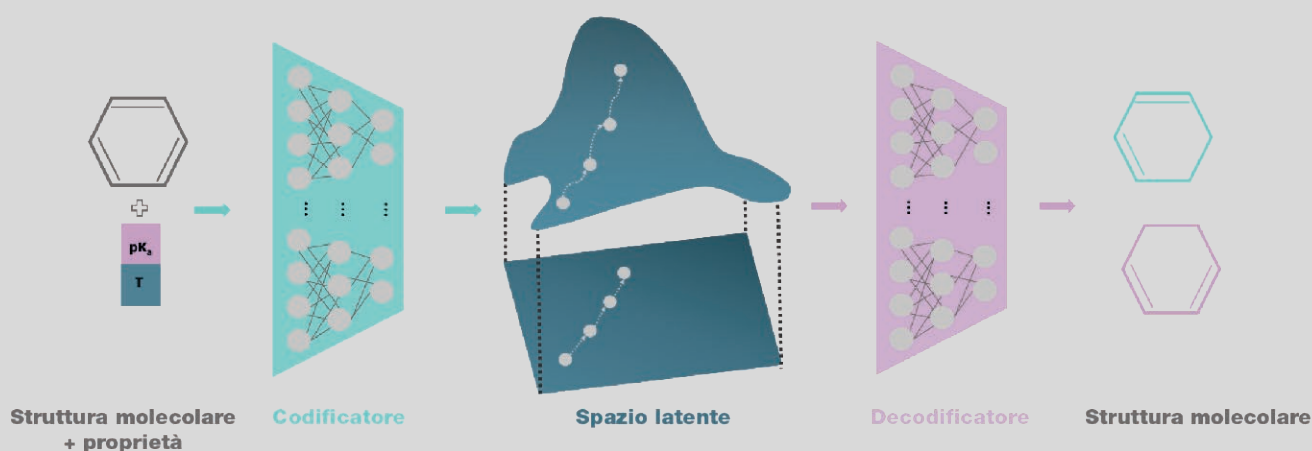

Figura 1: Struttura Autoencoder Condizionale Variazionale.
Nell'ambito del Task T3.1, sono stati raggiunti significativi progressi tecnici. Per facilitare la progettazione del bagno elettrolitico, gli sforzi si sono concentrati sulla sostituzione dell'acido borico come agente tampone con un'alternativa più sostenibile, utilizzando strumenti di Intelligenza Artificiale (AI). Nello specifico, è stato intrapreso un compito di ingegneria inversa, in cui è stato impiegato un Autoencoder Condizionale Variazionale (CVAE) per generare set di molecole che presentano proprietà simili all'acido borico. Un CVAE è una rete generativa costituita da due reti neurali. La prima, un encoder, semplifica i dati di input in uno spazio di dimensione inferiore chiamato spazio latente, in cui vengono catturate le caratteristiche più significative dei dati. Questa rappresentazione dello spazio latente viene quindi perturbata dall'aggiunta di rumore gaussiano, rendendo il processo stocastico. La seconda rete, il decoder, traduce queste rappresentazioni nella forma originale dei dati di input, vedere Figura 1. Grazie alla natura stocastica di questo processo, la rete, una volta addestrata, quando riceve un input fornisce un set di risultati con proprietà simili.